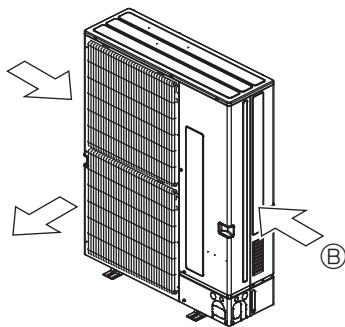

Fig. 2-17
② Placer l'appareil de sorte que la sortie d'air souffle dans la direction perpendiculaire à celle des vents saisonniers, si celle-ci est connue. (Fig. 2-17)